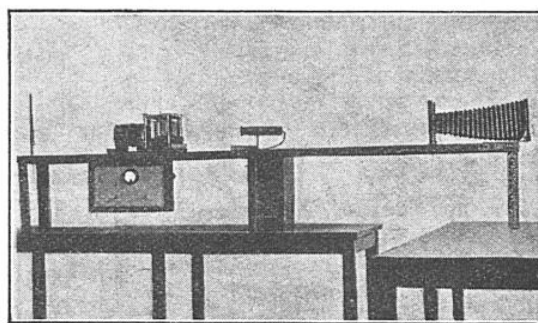

FIG. 10. — EXPÉRIENCE DE LA DIFFRACTION DE LA LUMIÈRE PAR LES ULTRASONS
c) La troisième se rapporte aux effets optiques : la diffraction de la lumière par les ultrasons (fig. 10).